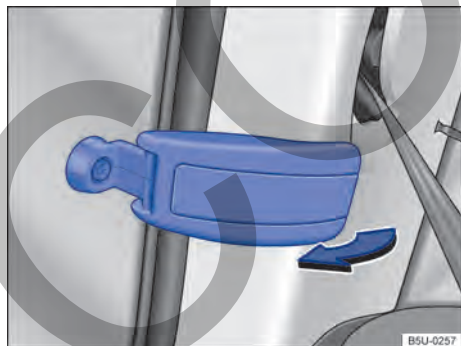

Fig. 57 Abrir la luneta rebatible.
- Tirar de la palanca de bloqueo de la luneta en el sentido de la flecha → fig. 57.